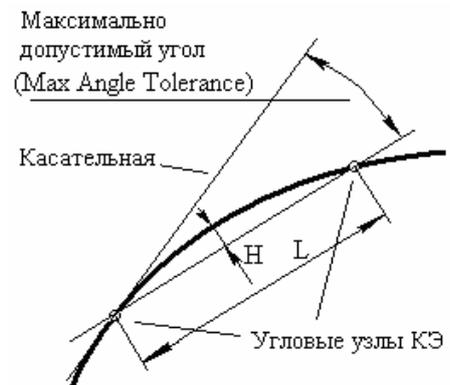

Рис.3.9. К заданию значения „Max Angle Tolerance”
- **Size on Surface...** (размер КЭ на поверхности): выбираются поверхности, после чего появляется соответствующая диалоговая панель „Automatic Mesh Sizing” (см. рис.3.8-б). На ней нужно указать максимальный размер КЭ (**Element Size**); минимальное количество элементов на ребре (**Min Elements on Edge**); максимальный допускаемый угол (**Max Angle Tolerance**, см. рис.3.9); максимальное количество (**Max Elem of Small Feature**) и размер (**Max Size of Small Feature**) КЭ в окрестности малых особенностей. Еще на ней можно установить опцию „Replace Mesh Sizes on All Curves” (заменить размеры сетки на всех кривых), т.е. отменить всю предыдущую разметку; а также опции „Length Based Sizing” (разметка, основанная на длине), „Mapped Meshing Refinement” (усовершенствованное отображение сетки) и „Suppress Short Edges” (подавить короткие края, с указанием процентов). Есть еще параметры: коэффициент уменьшения для вершины (**Vertex Aspect Ratio**); в секции „Surface Interior Mesh Growth” – коэффициент роста размеров КЭС по мере отдаления от границы поверхности (**Growth Factor**); в секции „Curvature-Based Mesh Refinement” включенная опция „Refinement Ratio” укажет на то, на кривых границах разметку КЭ необходимо провести соответственно указанному коэффициенту, который равен отношению $H/L < 1$ (см. рис.3.9), что позволяет построить качественную сетку на криволинейных границах; а опция „Refine Surface Mesh” – что после этого КЭС необходимо еще раз оптимизировать;